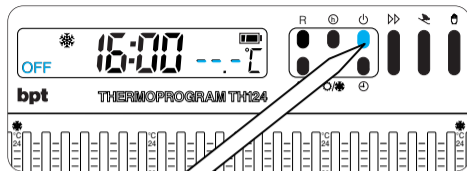

Fig. 38
**12.1** - Premere il pulsante ⏻ (fig. 38).
**13.1** - Premere il pulsante  $\oplus$  (fig. 38).